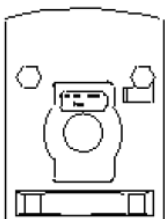

Fig. 6
1. Pujota suoja akselille ja paina suoja voimakkaasti avajaa vasten. Fig 6
2. Aseta vetopyörä kulmikkaalle akselille ja paina se akselin tukea vasten. Fig 6.
3. Lukitse suoja ja vetopyörä paikoilleen painamalla kohdasta, jossa teksti "Press here to lock". Suoja ja vetopyörä ovat paikoillaan kun kuulet niiden lukkiutuvan. Fig 6. Tarkista vielä, että osat ovat paikoillaan vetämällä vetopyörästä. Mikäli osat ovat oikein asennetut, vetopyörä ei irtoa vetämällä.